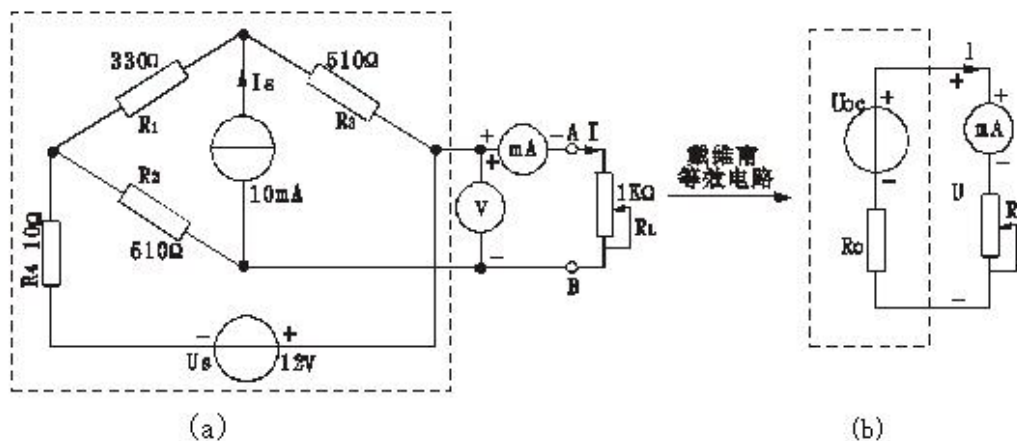

图 2
(1) 采用透明盒元器件按照实验图搭建电路，被测有源二端网络如图 2(a)；
(2) 用开路电压、短路电流法测定戴维南等效电路的 U_{oc} 、 R_0 和诺顿等效电路的 I_{sc} 、 R_0 。按图 2(a) 接入稳压电源 $U_s=12V$ 和恒流源 $I_s=10mA$ ，不接入 R_L 。测出 U_{oc} 和 I_{sc} ，并计算出 R_0 ；
(3) 负载实验，按图 2(a) 接入 R_L 。改变 R_L 阻值，测量有源二端网络的外特性曲线；
(4) 戴维南定理：从电阻箱上取得按步骤“1”所得的等效电阻 R_0 之值，然后令其与直流稳压电源（调到步骤“1”时所测得的开路电压 U_{oc} 之值）相串联，如图 2 (b) 示，仿照步仿照步骤“2”测其外特性，对戴氏定理进行验证；